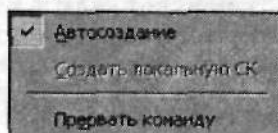

Рис. 1.42. Чтобы создать локальную систему координат, выберите пункт прервать команду
5. Чтобы создать систему координат, щелкните правой кнопкой мыши и из появившегося меню (рис. 1.42) выберите прервать команду, либо щелкните по кнопке **....**, расположенной в командном меню.